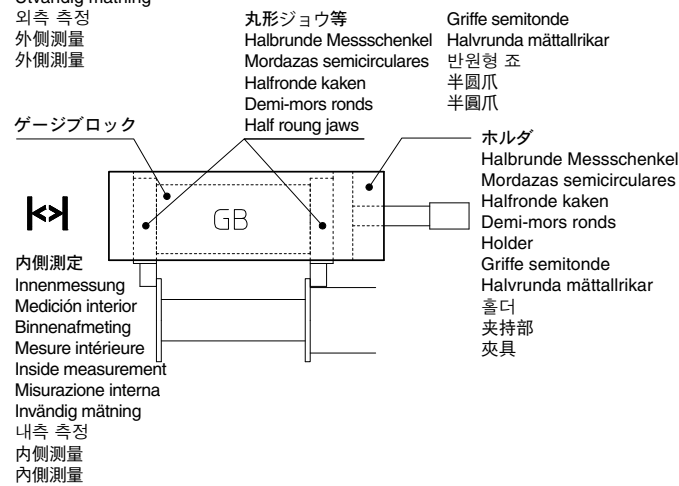

Fig.2-2
- マイクロメータの場合、外筒の基線の面とシンプルの目盛面が同一平面上にないため、Fig.2-2 のように2つの線の合致点が目の位置により変わってしまいます。なるべく基線に対し垂直に読み取ってください。
- Da sich die Markierungslinie an der Hülse und die Teilstriche der Skalentrommel nicht in der gleichen Ebene befinden, variiert die Ausrichtungsposition der beiden Linien je nach Betrachtungspunkt (siehe Abb. 2-2). Beim Ablesen so senkrecht wie möglich auf die Markierungslinie schauen.
- Since the index line surface of the sleeve and the graduation surface of the thimble are not on the same plane, the aligned position of two lines differs depending on the eye position as shown in Fig.2-2. Take a reading with your eyes as perpendicular to the index line as possible.
- Poiché la superficie della linea di riferimento del manicotto e la superficie graduata della bussola non si trovano sullo stesso piano, la posizione allineata di due linee varia in base alla posizione dell'occhio, come indicato nella fig.2-2. Eseguire la lettura il più possibile perpendicolare alla linea di riferimento.